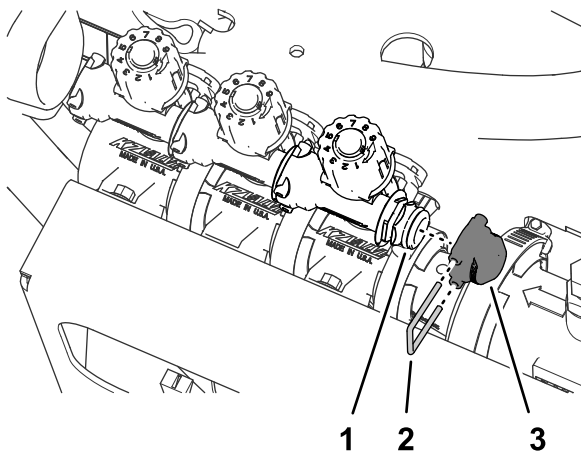

Figura 65
3. Retire o retentor que prende a tampa à união de desligação rápida da válvula de distribuição e retire a tampa (Figura 65).